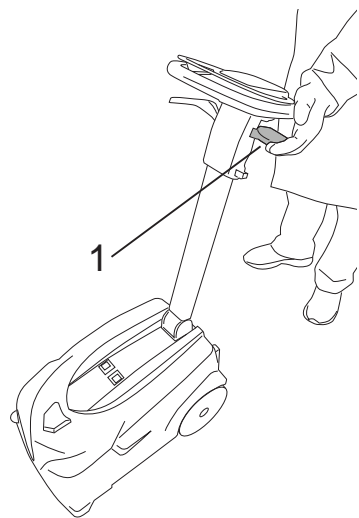

Fig.18
For å aktivere tørking i revers trekker du i spaken (fig. 18 - ref. 1).